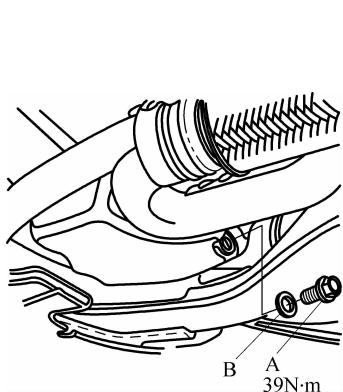

图 3-7 机油的排放
- (1) 预热发动机。
- (2) 拆除排油螺栓(A),排空发动机油,如图3-7所示。
- (3) 使用螺栓垫圈(B),重新安装排油螺栓,注意扭矩不可太大。
- (4) 重新注入推荐的机油。
(5) 让发动机运转 3min 以上,然后检查机油有无泄漏。